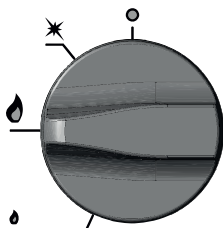
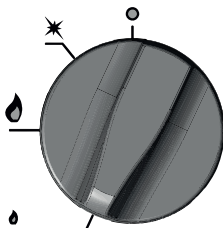

Figure 8. Réglage de la manette avec laquelle le brûleur fonctionne avec la puissance maximale.
Figure 9. Réglage de la manette avec laquelle le brûleur fonctionne avec la puissance minimale (environ 1/3 de la puissance maximale).
- Tournez la manette (mouvement anti-horaire) vers la position flamme pleine (Fig. 8) afin que le brûleur principal soit allumé (il est allumé par le brûleur de commande). Puis en tournant la manette dans le même sens vous obtiendrez une flamme économique (Fig. 9). Le brûleur principal ne sera pas allumé si le brûleur de contrôle (commande) n'est pas allumé et ne chauffe pas le détecteur de sécurité anti-reflux. En cas de disparition momentanée de la flamme le détecteur de sécurité anti-reflux du gaz causera sa coupure d'arrivée vers le brûleur